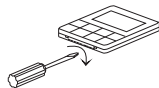

Fig. 1
2. Wie in Abbildung 1 gezeigt, verwenden Sie einen Schlitzschraubendreher, um die untere Nut des Drahtreglers leicht zu öffnen (zu viel Kraft könnte die Leiterplatte beschädigen). Öffnen Sie die Rückabdeckung durch drehendes Aufhebeln.